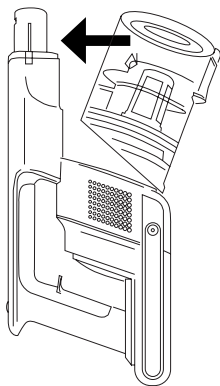

Fig.5
- Dopasować ponownie pojemnik do urządzenia. (Rys.5)